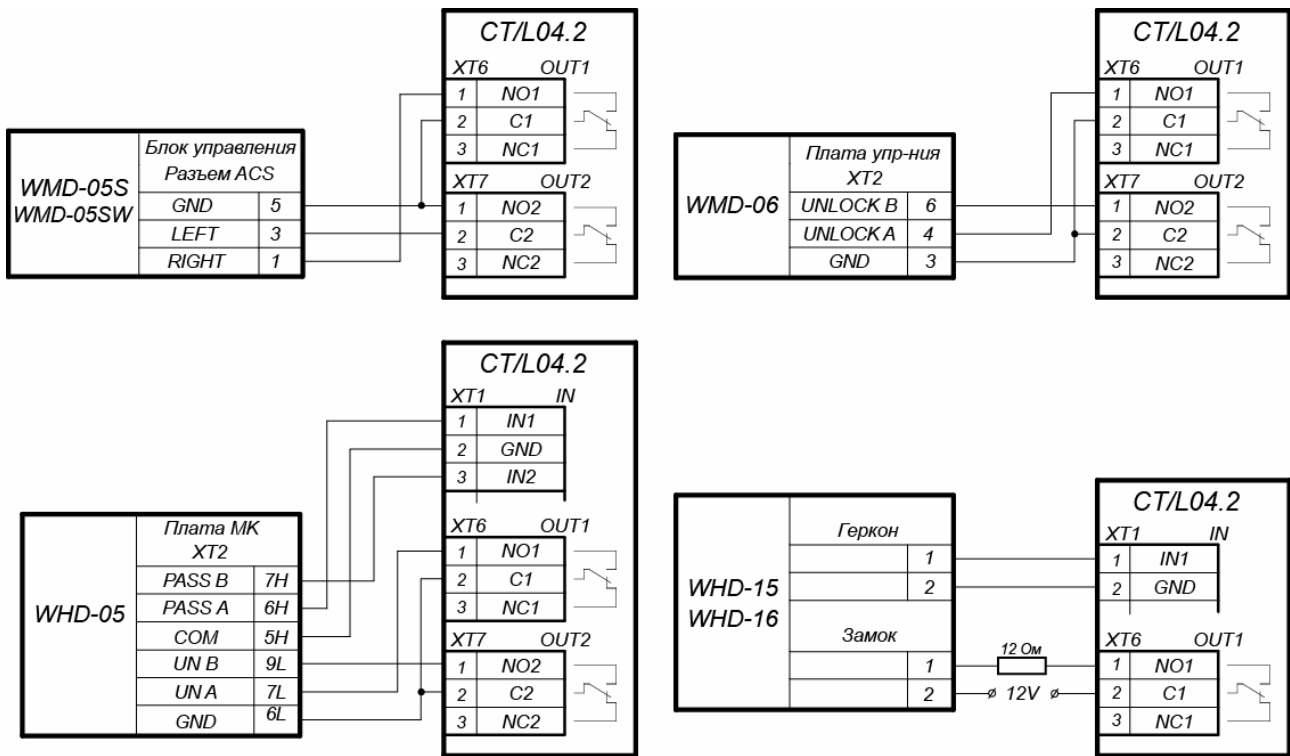

Рисунок 7. Схемы подключений калиток
- Калитка (блок управления калиткой) подключается к клеммным колодкам **XT1**, **XT6**, **XT7** нижней платы контроллера в соответствии со схемой для данного типа калитки (см. рис. 7).